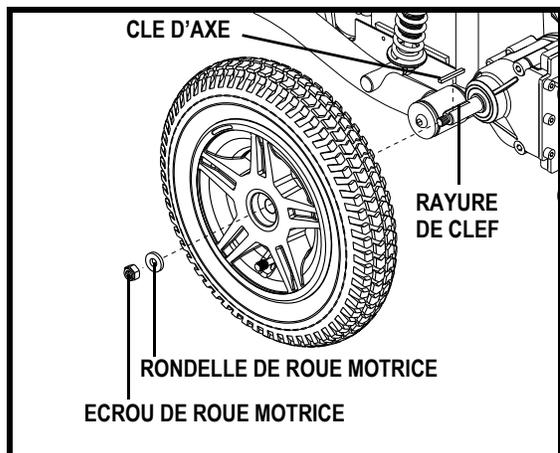

Figure 21. Enlèvement de la roue motrice
4. Retirez l'écrou et la rondelle de roue motrice sur l'essieu. **Voir la figure 21.**